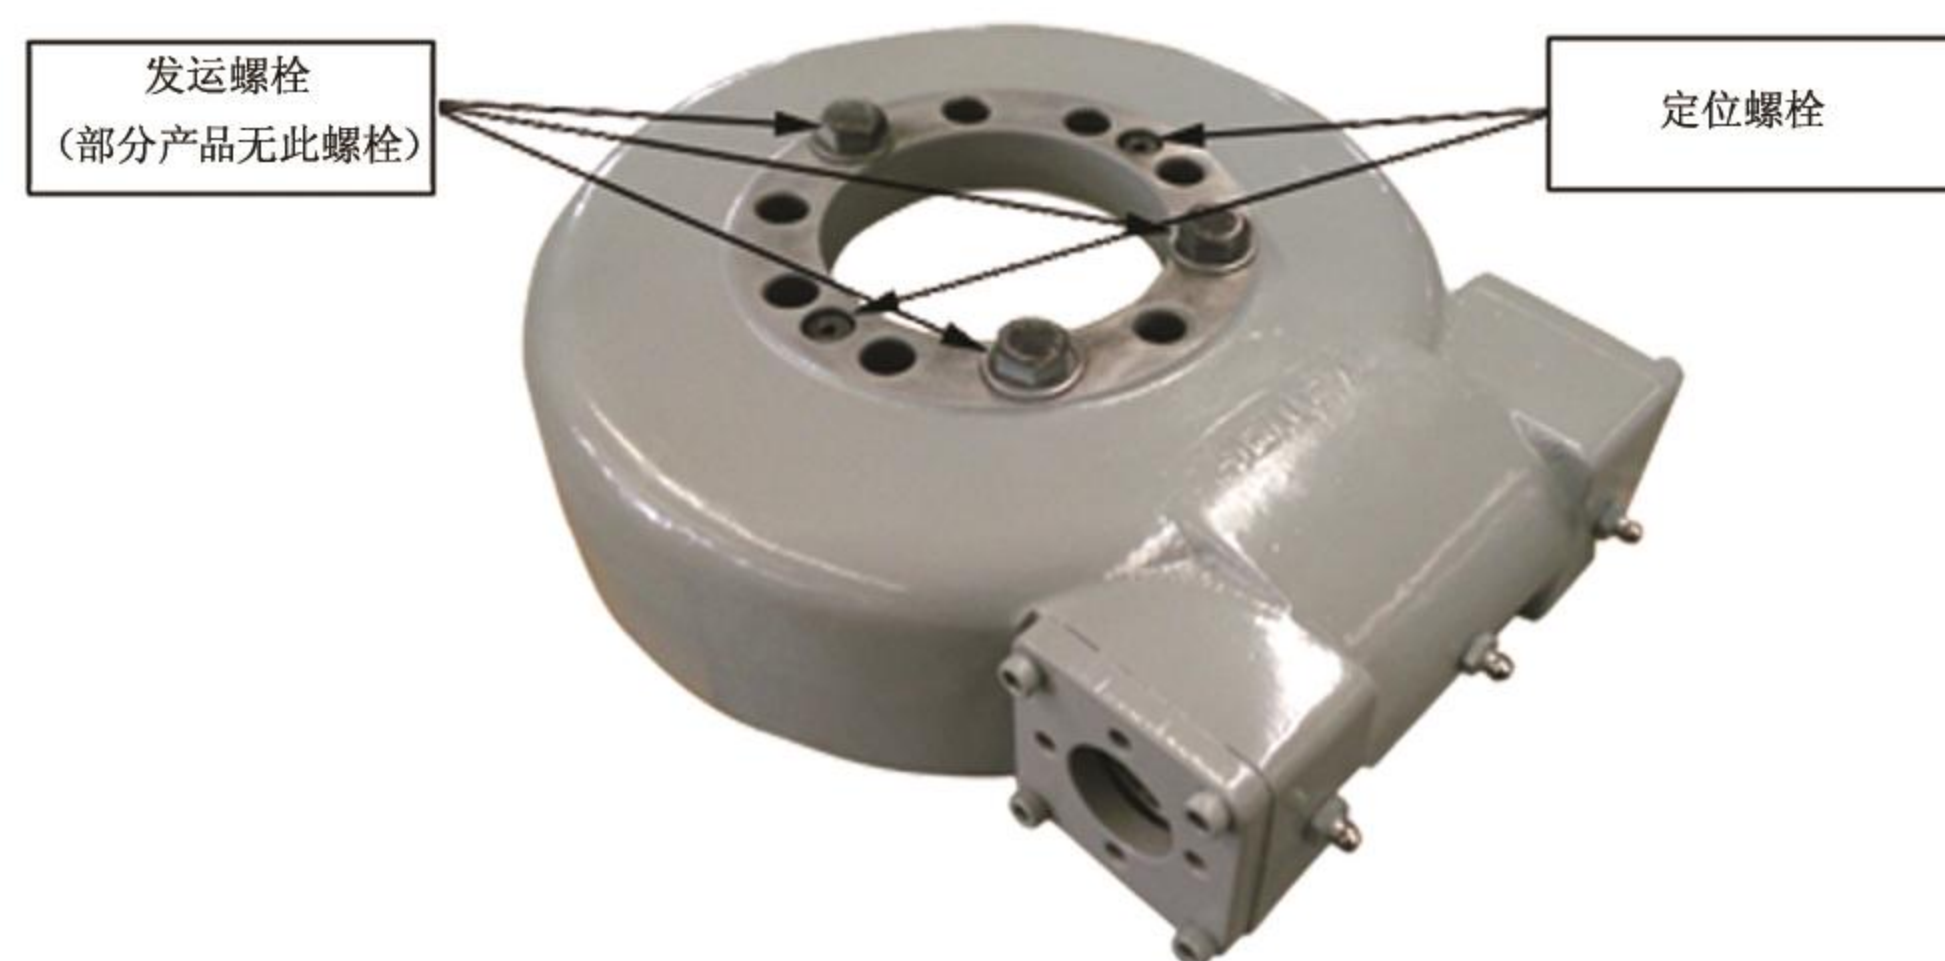

图 2-3
3. 安装时,图2-3中的定位螺栓不能松动,发运螺栓拆除后方可进行安装。